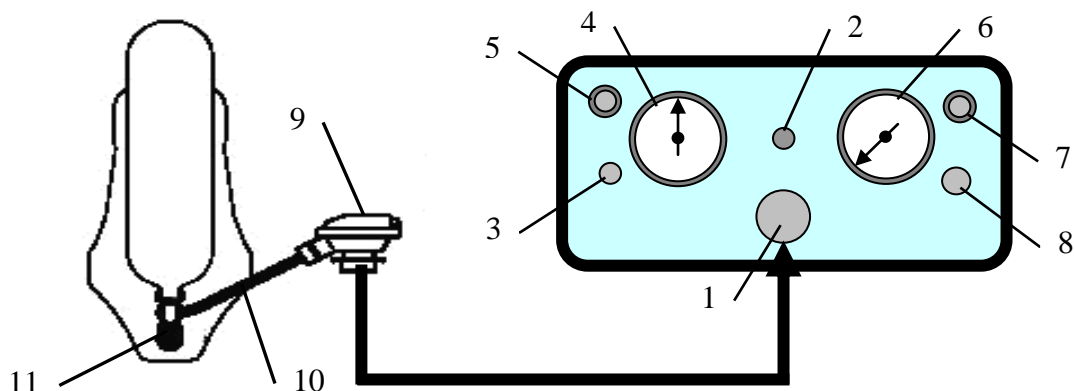

Рисунок 6.
2.3.3 Проверка вакуумметрического давления открытия легочных автоматов спасательного устройства без избыточного давления (см. рис. 6)